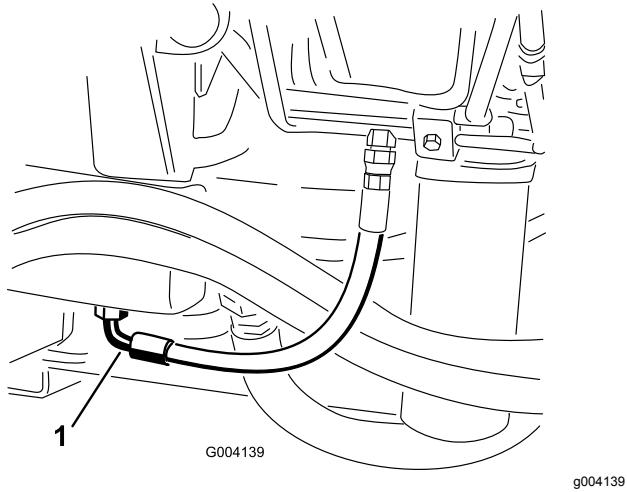

図 86
2. タンク図86の下についているフィッティングの下に、オイルを受ける大型の容器を置く。